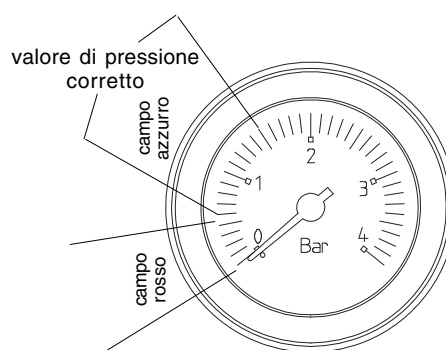

Fig. 3.19
- aprire di due o tre giri il tappo della valvola di sfogo aria automatica (A)
- accertarsi che il rubinetto entrata acqua fredda (B) sia aperto
- aprire il rubinetto di riempimento (C) fino a che la pressione indicata dall'idrometro arrivi a circa 1 bar (fig. 3.19).